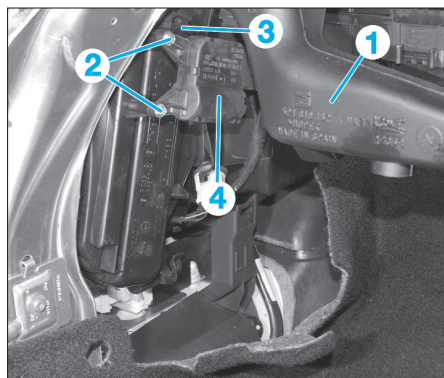

Fig. 30
- Déposer le diffuseur de plancher droit (1) (Fig.30).